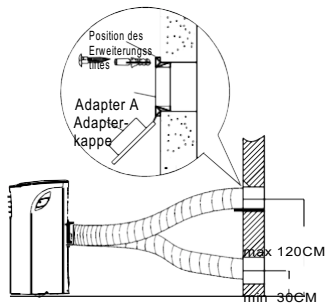

Abb. 19
1. Bohren Sie ein Loch in die Wand. Montieren Sie den Wandauslass-Adapter A an der Wand (Außenseite) mittels 4 Erweiterungsstiften und Holzschrauben und achten auf gründliche Befestigung. (siehe Abb. 19)